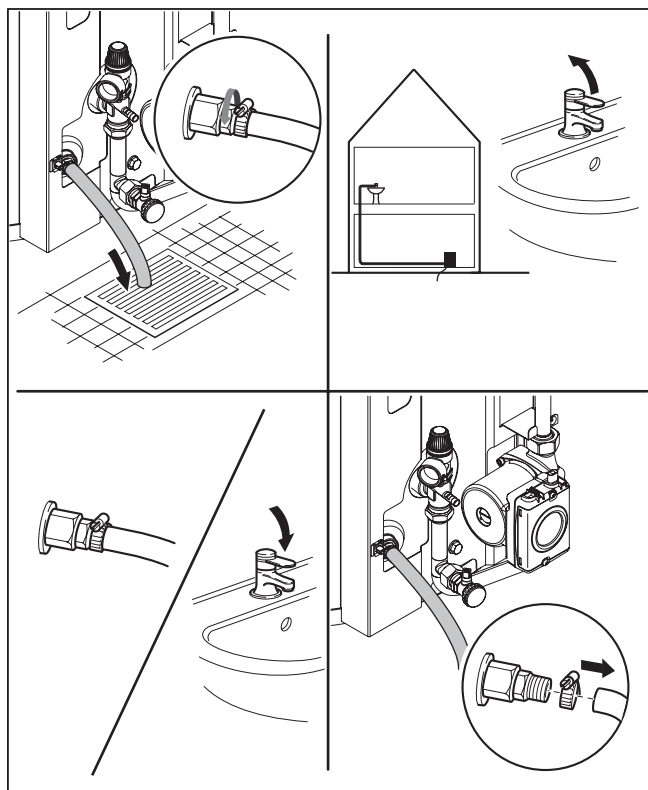

Fig. 4.8 Beholder tømmes
- Fastgør en egnet slange på beholderens tømningventil (se Fig. 4.8).